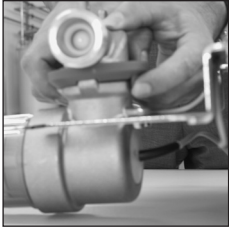

Imagen 5
- Para aflojar la pieza de conexión, junte haciendo presión las anillas de sujeción de ambos casquillos y tire en dirección a la pieza de conexión (véase imagen 5).